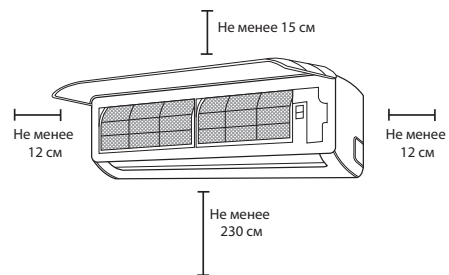

Рис. 2
- Обеспечьте свободное пространство для монтажа и обслуживания кондиционера, а также для установки дренажного шланга (см. схему расположения элементов рис.1, рис.2).